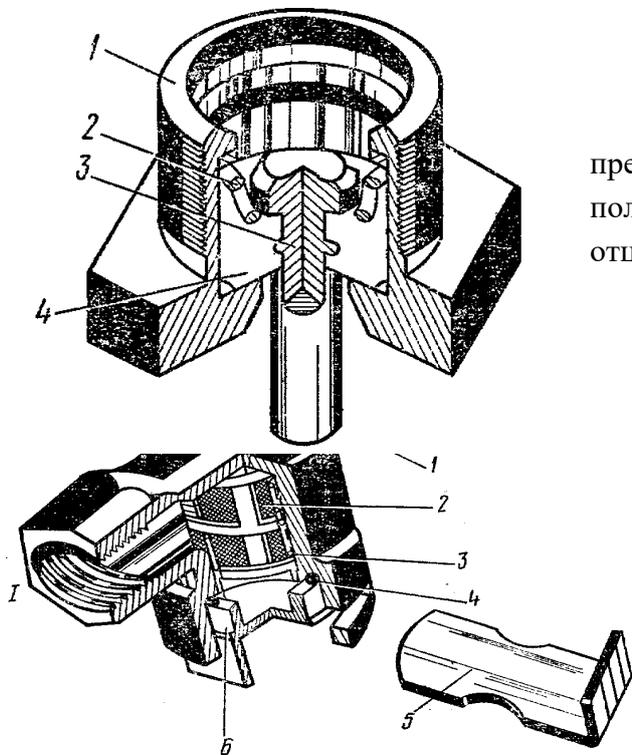

Рис.9. Фильтр магистральный.
5.5.4. Фильтр магистральный (рис.9) предназначен для предохранения пневмосистемы полуприцепа от попадания грязи (пыли) через отцепленные соединительные головки. Сжатый воздух подводится через полость 1, через фильтрующий элемент 2 проходит в полость П и далее через воздухораспределитель в воздушный баллон полуприцепа.